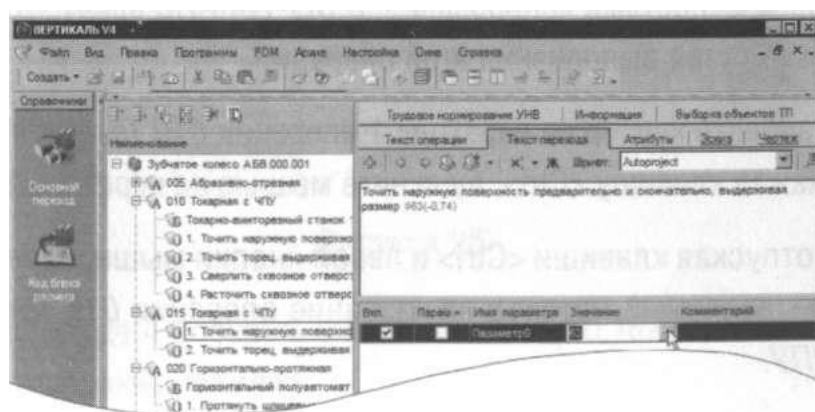

Рисунок 30
19. Установите курсор на переход 1 операции 015. Перейдите на вкладку **Текст перехода**. Установите курсор на значении параметра перехода (рис. 30), и нажмите кнопку выбора значения.